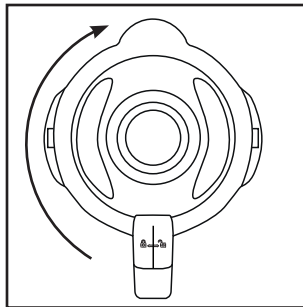

Fig. 2
- 4) Appuyez à nouveau fermement le couvercle **2** sur le bol mixeur **3** de manière décalée. Refermez le couvercle **2** en le tournant dans le sens horaire jusqu'à ce qu'il encrante audiblement en position ↘ (voir fig. 2). Veillez à ce que le bec verseur du bol mixeur **3** soit fermé. Le moteur ne peut démarrer que si le couvercle **2** est posé de manière alignée.